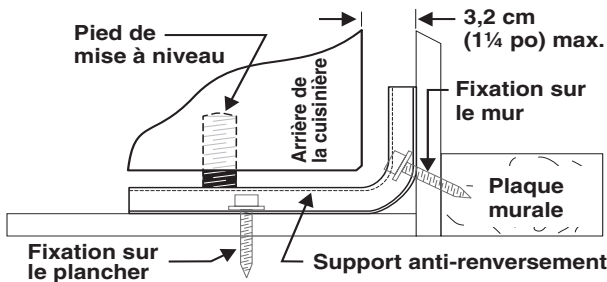

Fig. 24
- 1. Installez le support à l'aide du gabarit** - (Le support peut être installé sur le côté gauche ou sur le côté droit de la cuisinière. Reportez-vous aux figures 24 à 26 pour l'installation du support si aucun gabarit n'est fourni.) Faites une marque sur le plancher ou sur le mur à l'endroit où le côté gauche ou le côté droit de l'appareil se trouvera. Si l'arrière de la cuisinière repose contre le mur ou se trouve à moins de 3,2 cm (1¼ po) de celui-ci une fois installée, vous pouvez utiliser la méthode de montage sur le plancher ou sur le mur. S'il y a une moulure et que celle-ci empêche d'appuyer complètement le support contre le mur, enlevez-la ou montez le support sur le plancher. Pour effectuer le montage sur le mur (Fig. 24), installez le support en plaçant le bord arrière du gabarit contre le mur qui se trouve à l'arrière de la cuisinière et le bord latéral du gabarit sur la marque servant de repère pour l'emplacement du côté de la cuisinière. Placez le support sur le dessus du gabarit et faites des marques sur le mur pour indiquer à quel endroit seront insérées les vis. Si l'arrière de la cuisinière se trouve à plus de 3,2 cm (1¼ po) du mur lorsqu'elle est installée, fixez le support au plancher. Pour effectuer le montage sur le plancher (Fig. 24 ou 25), installez le support en plaçant le bord arrière du gabarit à l'endroit où l'arrière de la cuisinière se trouvera. Marquez les endroits où les vis seront enfoncées, tel qu'illustré sur le gabarit.